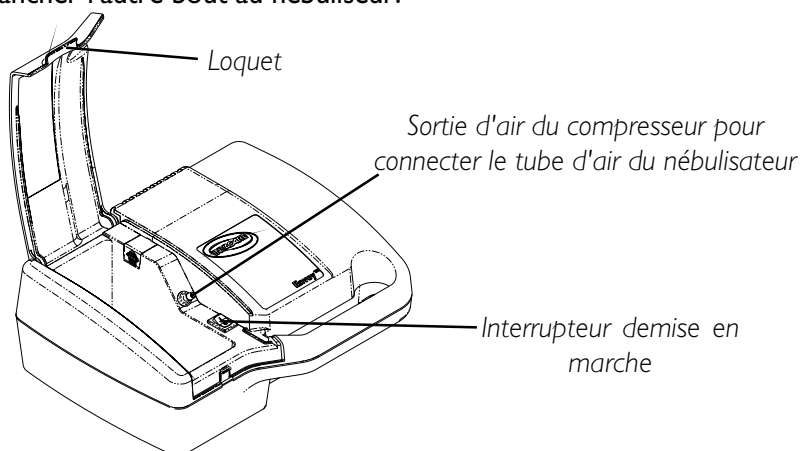

FIGURE 1 - EMBLACEMENT DE LA SORTIE D'AIR DU COMPRESSEUR
4. Fixer un bout du tube du nébuliseur à la sortie d'air du compresseur (**FIGURE 1**).